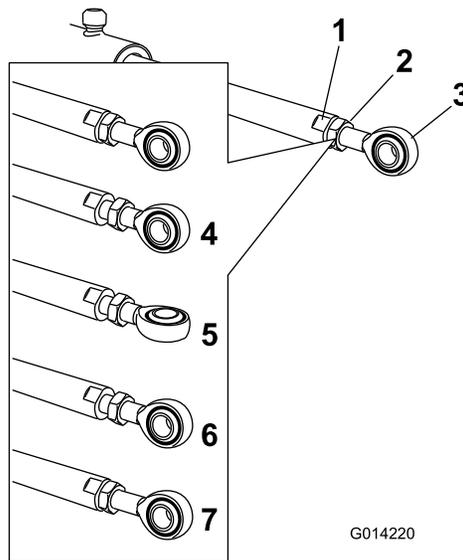

图59
5. 在提升器杆的平整侧用扳手进行固定然后松开锁紧螺母使孔眼杆可以调整 图59。
- 转动提升器杆上的孔眼杆将延伸的提升器缩短或延长至所需的位置 图59。